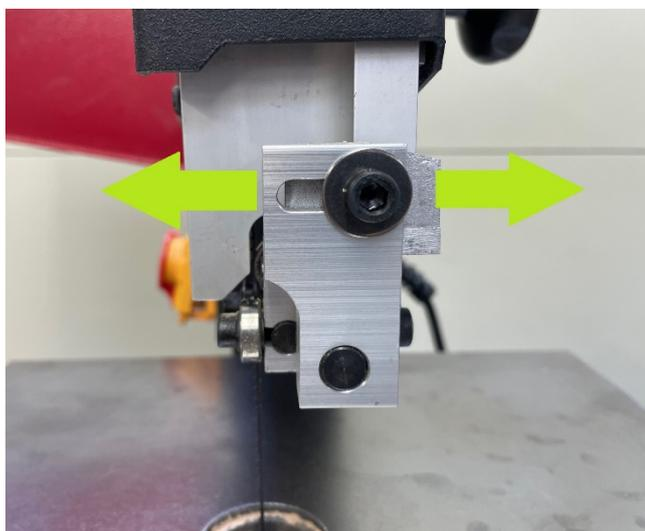

Figure 13
- Si nécessaire, faites coulisser le guide vers l'avant. (Fig 13)